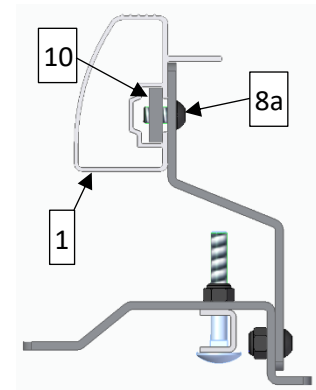
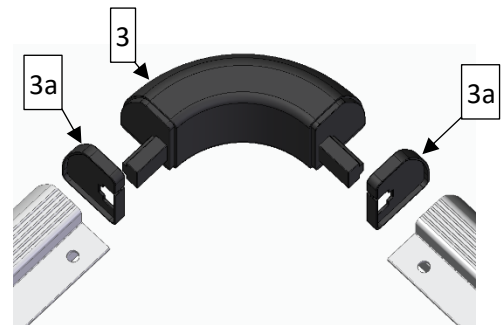

Abbildung 3
Abbildung 4
Nun können die Nutensteine (10) der Anbauteile in die langen Rahmenprofile 2.824mm (1) geführt werden (Abb. 3). Wenn die Profile rechts und links vom Fahrzeug in den Anbauteilen hängen, müssen sie positioniert und die Linsenkopfschrauben (8a) an den Anbauteilen festgezogen werden. Jetzt kommen auf die kurzen Rahmenprofile 1.421mm (2) jeweils zwei Eckverbinder (3) mit je zwei Schnittkanten-Abdeckungen (3a – Abb. 4). Diese werden vorne und hinten vom Fahrzeug auf die schon auf dem Dach montierten langen Rahmenprofile (1) gesteckt. Um das Rausrutschen der kurzen (2) aus den langen Rahmenprofile (1) zu verhindern, wird in allen vier Ecken jeweils eine Eckverbinder-Blechverstärkung (4) auf die Bohrungen der Rahmenprofile gelegt. Durch diese Bohrungen werden von oben Linsenkopfschrauben (8) mit den Sechskantmuttern (9) verschraubt.